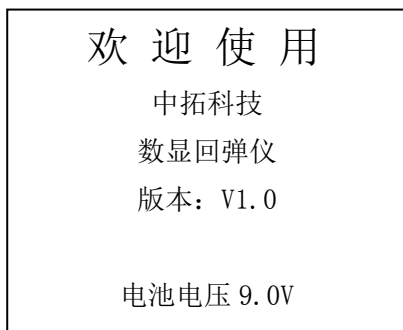

图 3-2 启动界面
按下仪器面板的①键，仪器开始工作，启动界面如图 3-2 所示。